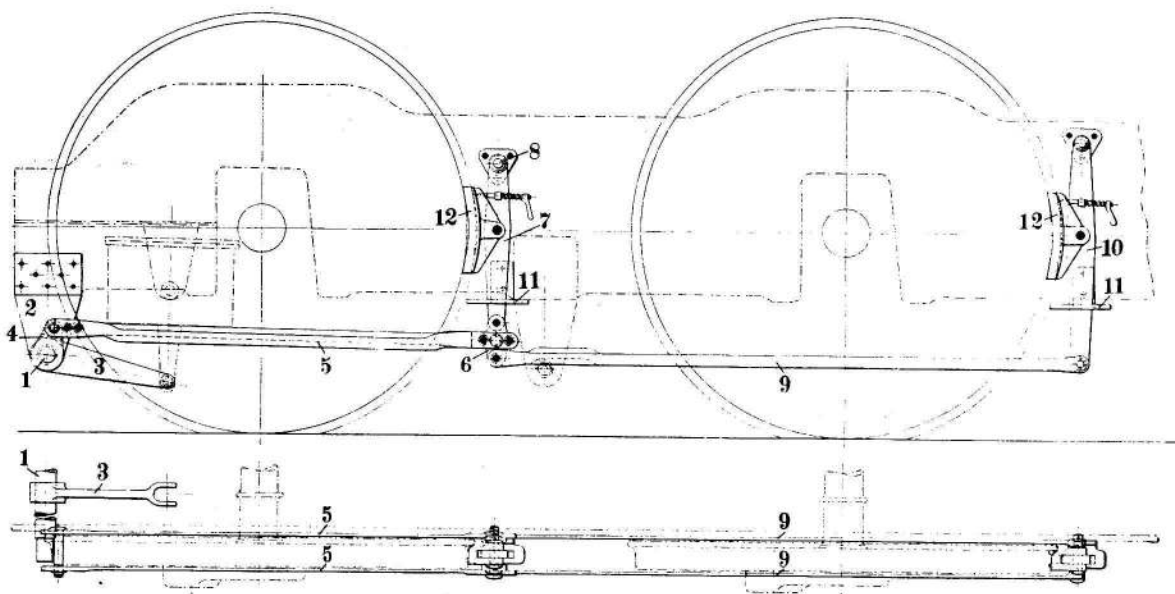

Fig. 333
Fig. 333 viser bremsetøjet på et tokoblet loko (K). Bremseakslen 1 - en tværgående aksel - hviler i to lejer 2, der er fastgjort på lokoramens længdedragere. På bremseakslen er fastkilet en vægtstang 3, der har forbindelse til bremsecylinderen og to korte arme 4, en på hver side af maskinen. Hver af disse arme er ved et sæt dobbelte trækstænger 5 forbundet med en kort toarmet vægtstang 6. Dennes øverste ende